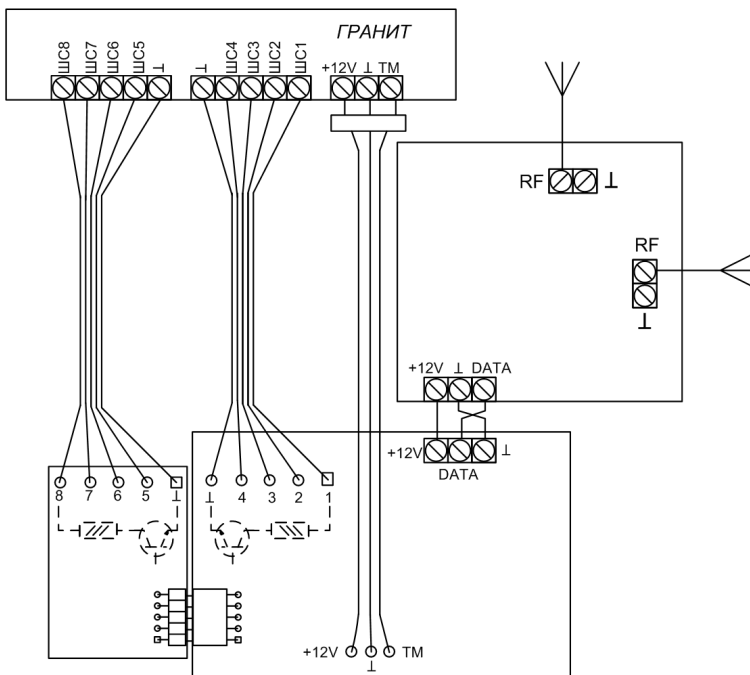

Рис. 10 Схема подключения РПУ к ППКОП серии «ГРАНИТ»
3. Подключить плату расширения РПУ согласно схеме подключения (рис. 10).